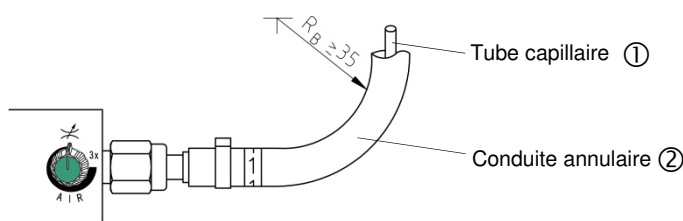

Fig. 2 : conduite d'alimentation coaxiale avec rayon de courbure minimal
- 2.4 Lors de la pose de la conduite coaxiale d'alimentation (fig. 2 tube capillaire ① intégré à la conduite annulaire ②), veiller à ne pas plier ni fissurer (par ex. à causes de tôles aux arêtes vives) la conduite, ne pas la poser à travers les copeaux (danger de destruction). Respecter un rayon de cintrage minimum de 35 mm (fig. 2).
- 5.2.5 Réduire le débit à la buse via le bouton de réglage d'air (fig. 7) jusqu'à env. 0,5 tour, enclencher l'air comprimé et observer la répartition des bulles d'air dans le tube capillaire (fig. 2 ① flexible de pression de la conduite d'alimentation coaxiale) jusqu'à ce qu'elle soit exempte de bulles sur toute sa longueur (durée : env. 1,5 minute / mètre de conduite CoAx).